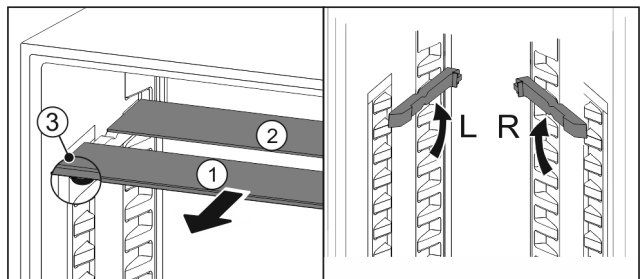

Fig. 110
- ▶ По одной извлеките Fig. 110 (1) стеклянные панели движением вперед.
- ▷ Стеклянная панель Fig. 110 (1) с декоративной планкой лежит спереди.
- ▷ Стопоры Fig. 110 (3) показывают вниз.